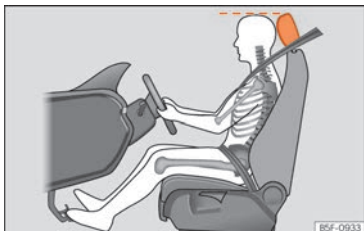

Fig. 88 Position correcte de l'appui-tête du conducteur
- Réglez l'appui-tête de sorte que le bord supérieur de celui-ci soit à la même hauteur que la partie supérieure de votre tête »» fig. 88.